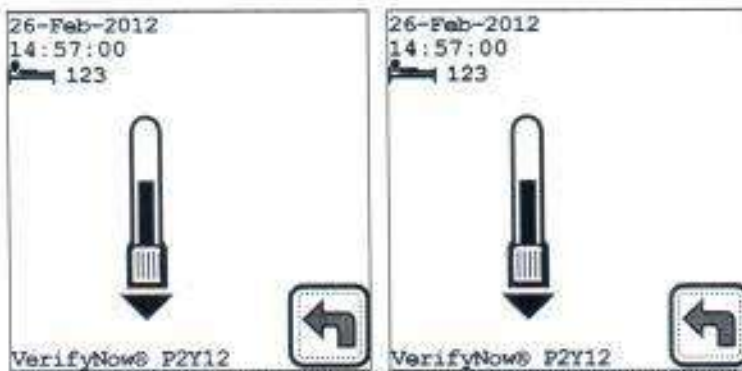

Figura 4-19 Iniciar Nivel 2 de WQC
4. Pulse la tecla QC . Espere a que se muestre la imagen del dispositivo (Figura 4-19).